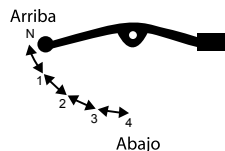

Imagen 29. Cambio de velocidades.
3. Meter la primera velocidad oprimiendo el pedal de cambio de velocidades (ver imagen 29).
8. Seguir el mismo proceso para meter el siguiente cambio de velocidad (ver imagen 29).
11. Seguir el mismo proceso para meter un cambio de velocidad inferior (ver imagen 29).